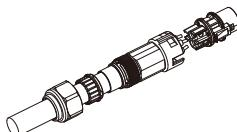

Fig. 18
- Inserire il cavo CA attraverso il coprimorsetti e avvitare saldamente i tre fili sui connettori (Fig 18)